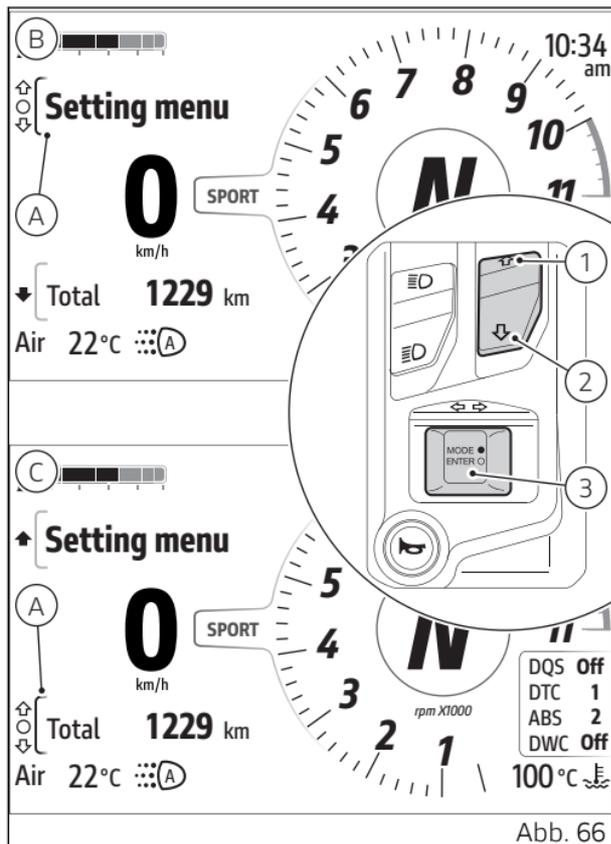

Abb. 66
Das jeweils gewählte Menü wird mit der aktiven Umrandung (A, Abb. 66) angezeigt und die Tasten (1), (2) und (3) werden für das Surfen und den Dialog im bzw. mit dem Menü verwendet.
- Ist aktuell das „Interactive menu“ gewählt, die Taste (2) lange gedrückt halten, um die Markierung auf „Info display“ (C, Abb. 66) zu verschieben.
- Ist aktuell „Info display“ gewählt, die Taste (1) lange gedrückt halten, um die Markierung auf „Interactive menu“ (B, Abb. 66) zu verschieben.